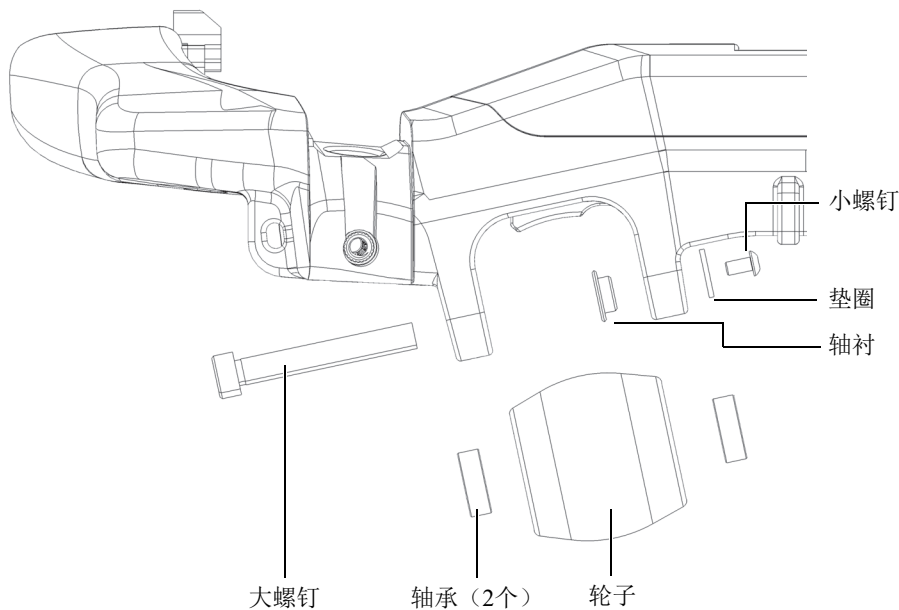

图 5-2 拆下轮子：各个部件
2. 拆下轮子，并注意里面的轴衬可能会掉出来（参见第73页的图 5-2）。
3. 在安装新轮子之前，需确保每侧的轴承都已经正确安装，轴衬已经插入到正中间的孔中，而且垫圈已放入小螺钉中，如第73页的图 5-2所示。